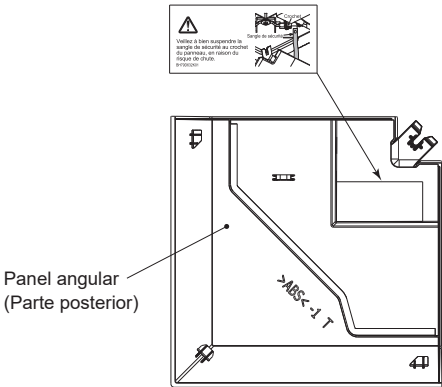

Fig. 6-14
③ Cable de seguridad
④ Gancho
⑤ Tuberías de refrigerante de la unidad principal
⑥ Tuberías de drenaje de la unidad principal
⑦ Logotipo de la empresa
- ⑧ Posición inicial de las palancas en la rejilla de admisión
- ① Receptor
② 3D i-see Sensor
6.7. Etiqueta en francés (Fig. 6-14)